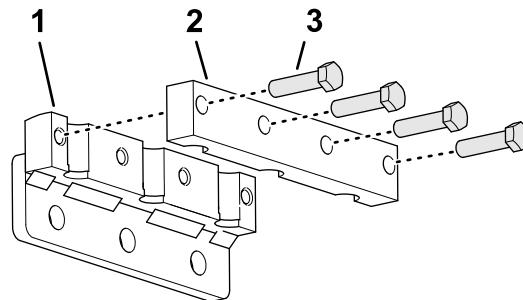

Figura 40
1. Instale provisionalmente la abrazadera de taladros al portataladros (Figura 40) con 4 pernos ($\frac{3}{8}$ " x 1½"). No apriete los pernos.